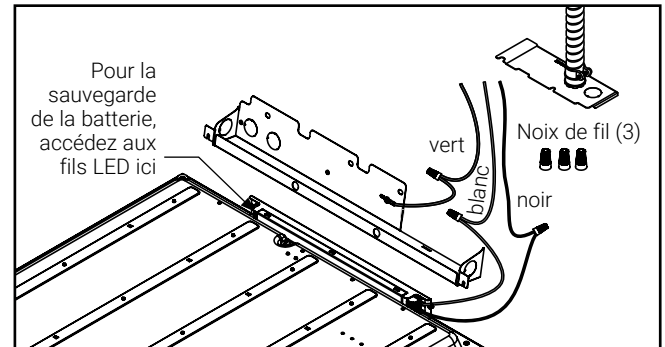

Figure 5.
7. Utilisez une entrée défonçable pour acheminer le câble d'alimentation. Utilisez les trois capuchons de connexion fournis pour raccorder le fil de mise à la terre au câble d'alimentation vert, le câble noir (Li11ne) au câble d'alimentation noir et le câble blanc (neutre) au câble d'alimentation blanc (Fig. 5).
REMARQUE : Le luminaire est compatible avec les systèmes de batterie de secours y compris les modèles EBPLED7W et EBPLED14W de Surlites. Si vous utilisez un système de batterie de secours, retirez le couvercle du pilote pour accéder aux fils d'alimentation DEL et suivez les instructions de câblage de la batterie de secours (Fig. 5). Assurez-vous de réinstaller le couvercle du pilote après avoir effectué le câblage.